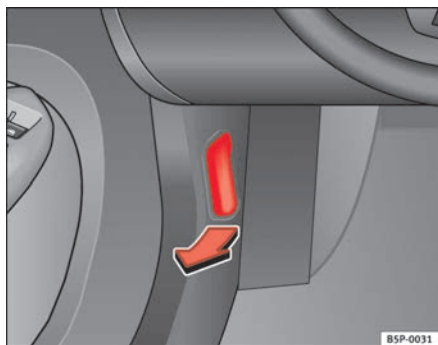

Abb. 141 Ausschnitt aus dem Fußraum auf der Fahrerseite: Entriegelungshebel für die Motorraumklappe
- Ziehen Sie den Hebel unter der Instrumententafel ⇒ Seite 214, Abb. 141 in Pfeilrichtung. Die Motorraumklappe wird durch Federwirkung entriegelt ⇒ ⚠.